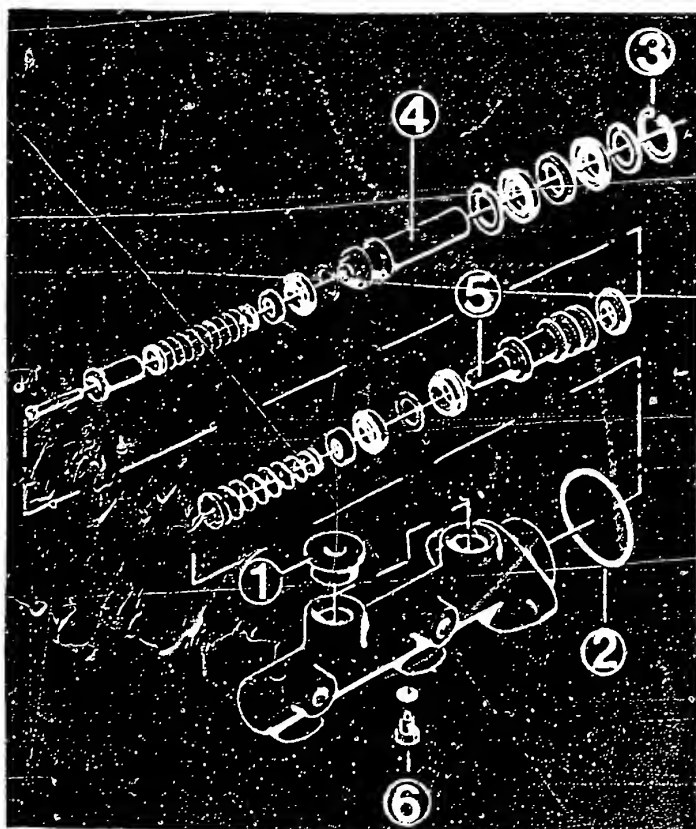

Bild 41 Hauptbrennizylinder mit: 1 Dichtgummi – 2 O-Ring – 3 Sicherungsring – 4 Primärkolben – 5 Sekundärkolben – 6 Anschlagsschraube.
c) Der **Hauptbremszylinder** ist in Bild 41 in seinen Einzelteilen dargestellt. Die Bremsschläuche am Fahrzeug sind in Längsrichtung mit weissen Linien durchzogen, die als Sichtkontrolle gegen das Verdrehen dienen. Das vollständige Entlüften der Bremsanlage beginnt an den Hinterrädern (nur am linken Rad entlüften); dann folgen das rechte und das linke Vorderrad.